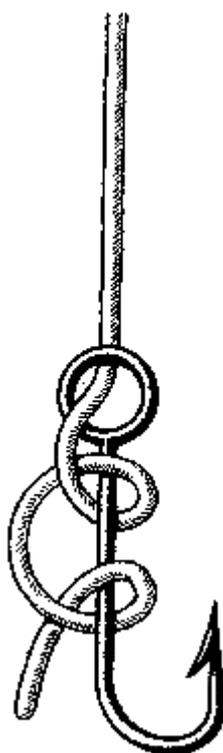

Рис. 120. Штыковой узел
**Штыковой узел** (рис. 120). Одним из наиболее простых способов привязывания рыболовного крючка к леске считается применение двух полуштыков, сделанных на цевье крючка. На синтетической леске его применять не следует, так как он при сильной тяге скользит.